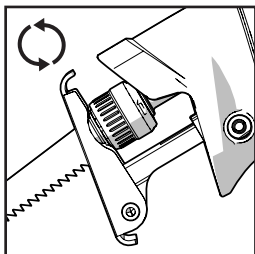

Fig. 1
- Należy obrócić pokrętło zacisku brzeszczotu w kierunku przeciwnym do ruchu wskazówek zegara i przytrzymać. **(Rys. 1)**